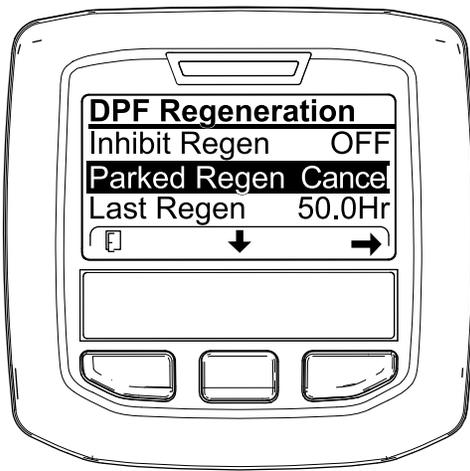
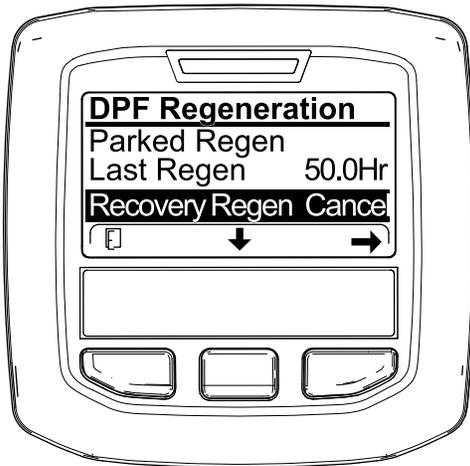

図 64
図 65
2. 中央ボタンを押して下へスクロールし、駐車再生キャンセル PARKED REGEN CANCEL (図 64) またはリカバリ再生キャンセル RECOVERY REGEN CANCEL を選ぶ図 65。
3. 右ボタンを押すと再生キャンセルに Regen Cancel に入る図 64 または図 65。